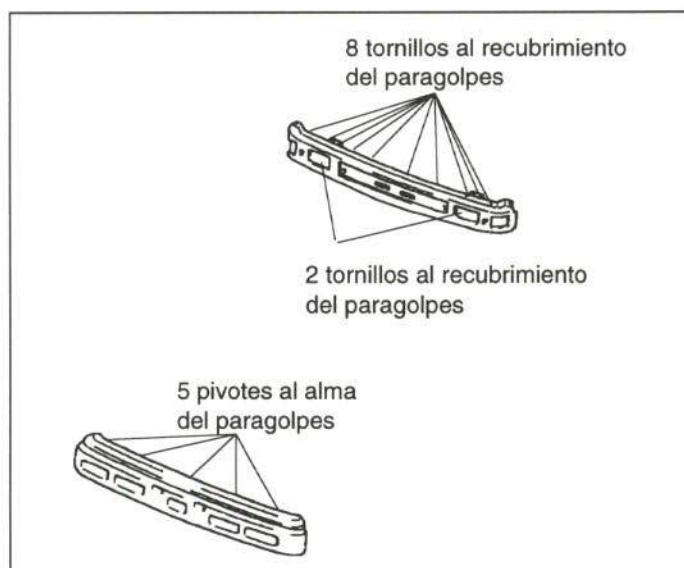

Figura 18.- Unión del absorbedor y alma del paragolpes
- Desmontar alma de paragolpes (figura 18).